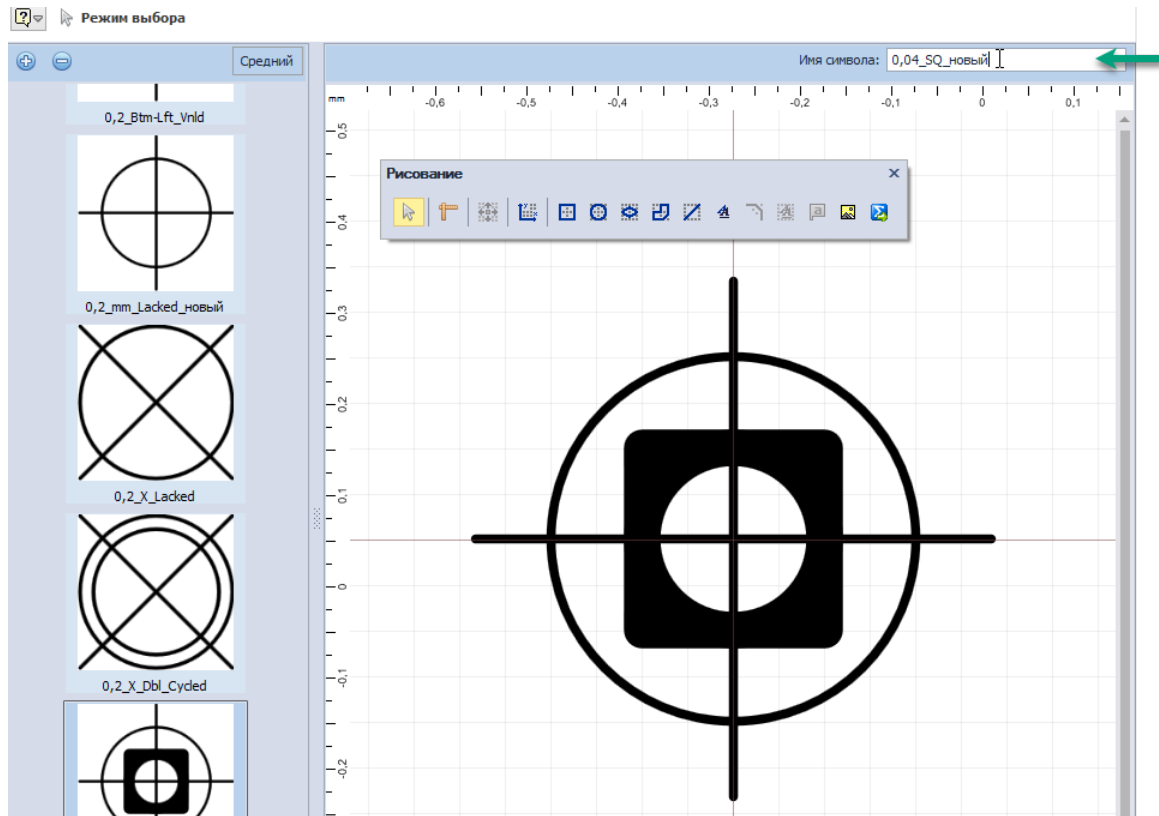

Рис. 118 Ввод наименования символа
4. Введите имя созданного символа в поле «Имя символа», расположенное в верхней части окна редактора, Рис. 118.